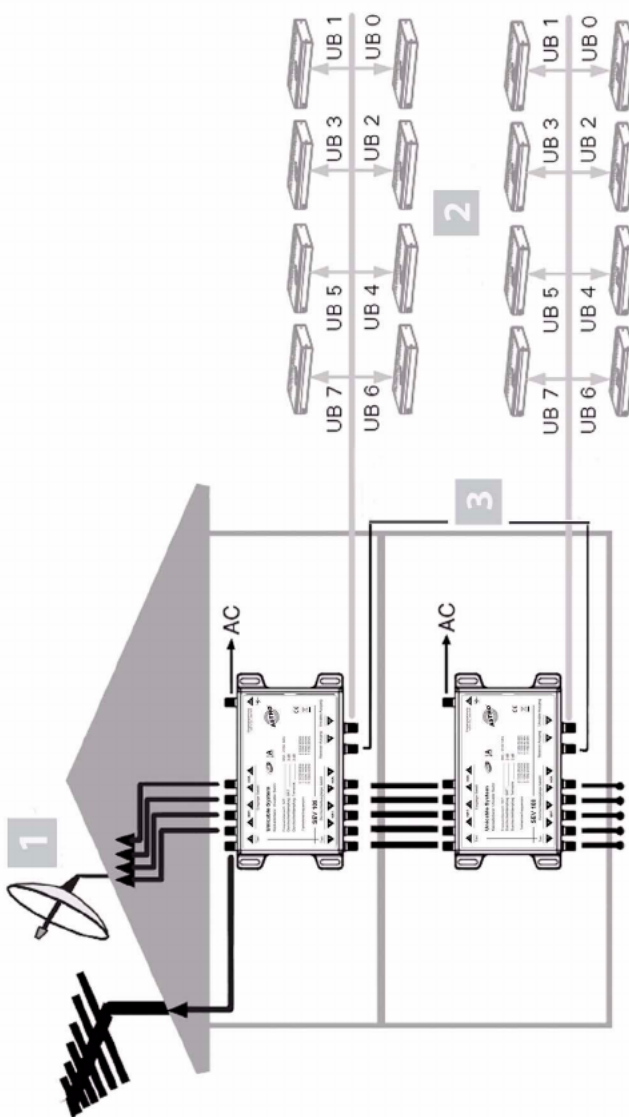

Bild 2: Anschlussbeispiel mit terrestrischer Antenne und SAT-LNB (kaskadiert)
Bild 2 (Seite 6) zeigt eine Übersicht der Installationsmöglichkeiten, die der SEV 108 unterstützt. Die Abbildung zeigt zwei kaskadierte SEV 108 mit insgesamt 16 Receiveranschlüssen.
4. Verwenden Sie für den Anschluss mehrerer Receiver den Unicable-Ausgang [7], so wie es in Bild 2, weiter oben, gezeigt ist.
5. Wenn Sie mehrere SEV 108 kaskadieren möchten, verbinden Sie die Durchschleifausgänge des ersten Geräts [9, 10, 11, 12, 13] (siehe links) mit den Eingängen des zweiten Geräts (siehe Bild 2, oben). Achten Sie dabei auf die richtige Zuordnung der Anschlüsse.